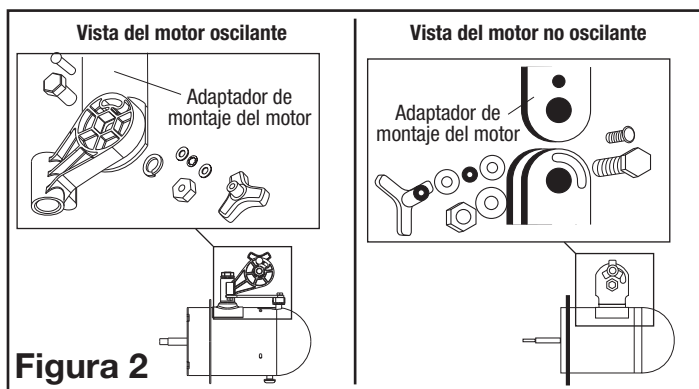

Figura 2
10. **Para motor oscilante:** Coloque la sección plana en el adaptador de montaje del motor junto al cuello del motor (Figura 2).
11. **Para motor no oscilantes:** Deslice la ranura del cuello del motor sobre el adaptador de montaje. Alinee el orificio de 1/2 pulg. de diámetro del adaptador con los orificios de 1/2 pulg. de diámetro de la ranura del cuello del motor (Figura 2).
12. Inserte el perno hexagonal de 1/2 pulg. x 1 pulg. (cabeza de 3/4 pulg.) a través del cuello del motor y el adaptador de montaje. Coloque una arandela de seguridad partida de 1/2 pulg. de diámetro, luego la tuerca hexagonal de 1/2 pulg. de diámetro (cabeza de 3/4 pulg.) y apriete completamente con dos llaves ajustables (Figura 2).
13. Desde el mismo lado del cuello del motor, inserte un perno de carruaje de 1/4-20 x 1-5/8 pulg. a través de la ranura en forma de arco en el cuello del motor y el orificio en el adaptador de montaje del motor (Figura 2).
14. **Para fijar:** Coloque una arandela plana de 1/4 pulg., una arandela de seguridad con dientes internos de 1/4 pulg., una segunda arandela plana de 1/4 pulg. y luego apriete la perilla ajustable sobre las roscas restantes (Figura 2).